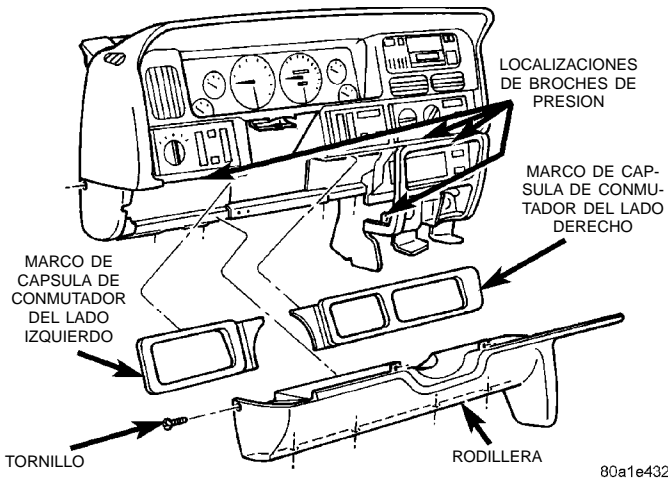

Fig. 4 Desmontaje e instalación de la rodillera
(4) Retire un tornillo a cada lado de la columna de dirección, que fijan el borde superior de la rodillera y cubierta de la columna de dirección al tablero de instrumentos (Fig. 4).
(5) Retire un tornillo que asegura el extremo del lado izquierdo de la rodillera al tablero de instrumentos.
(6) Retire las cuatro tornillos que aseguran el borde inferior de la rodillera al refuerzo del tablero de instrumentos inferior.
(7) Utilice una varilla tapizada, u otra herramienta adecuada de hoja plana, para hacer palanca suavemente en los bordes de la rodillera y extraerla
del tablero de instrumentos, en las localizaciones que se muestran (Fig. 4).